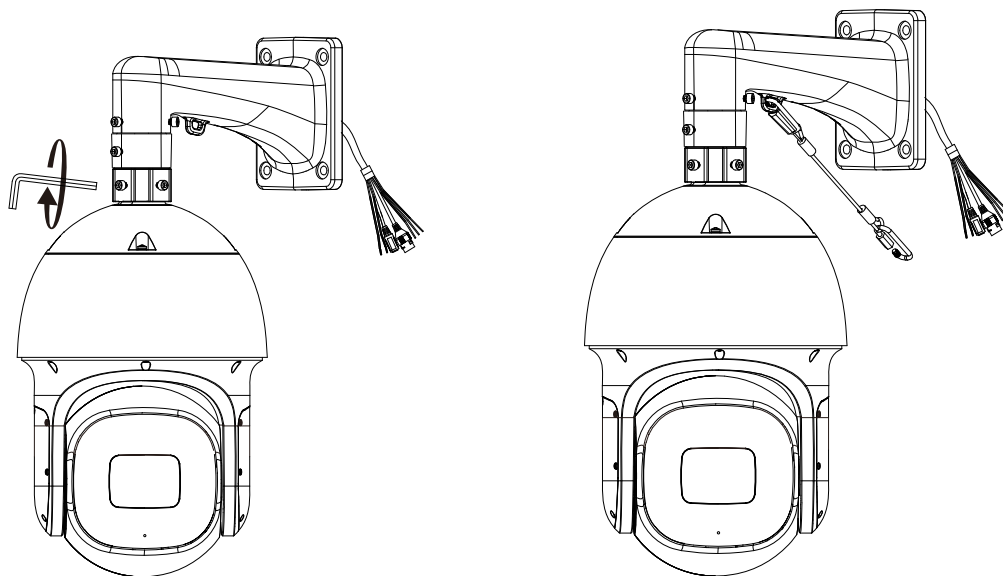

Рисунок 4.8 – Монтаж
11. С помощью ключа S5.0 «Шестиграннык» из комплекта поставки настенного кронштейна затяните три фиксирующих винта монтажного адаптера BOLID BR-306 (Рисунок 4.8).
12. Используя карабин, закрепите видеокамеру на настенном кронштейне (Рисунок 4.8).